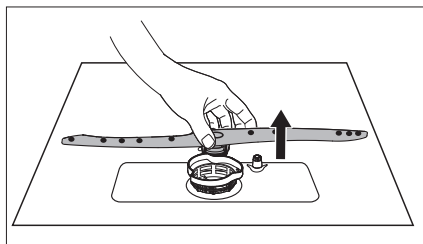

Abb. 22
- Entfernen Sie den Sprüharm (1) im Innern des Gerätes, um ihn zu reinigen. Heben Sie diesen dazu leicht an und entnehmen Sie ihn (siehe **Abb. 22**).